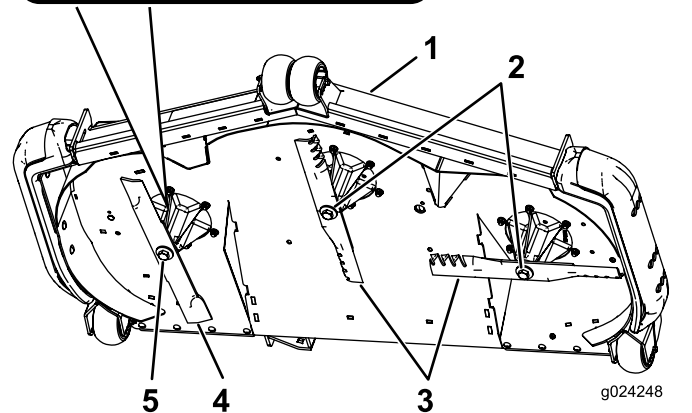

Figura 116
**Nota:** Annotate il tipo di lama e l'esatto posizionamento. Vedere Figura 116 per conoscere la posizione esatta.
bullone con filetto sinistrorso. Utilizzate Figura 116 per il posizionamento corretto delle lame del tosaerba.
1. Installate la lama sinistra e centrale, le rondelle curve e i bulloni della lama sugli assi del fusello (Figura 115 e Figura 116).
2. Installate la lama destra, la rondella curva e il bullone della lama (bullone con filettatura a sinistra) sull'asse del fusello (Figura 115 e Figura 116).